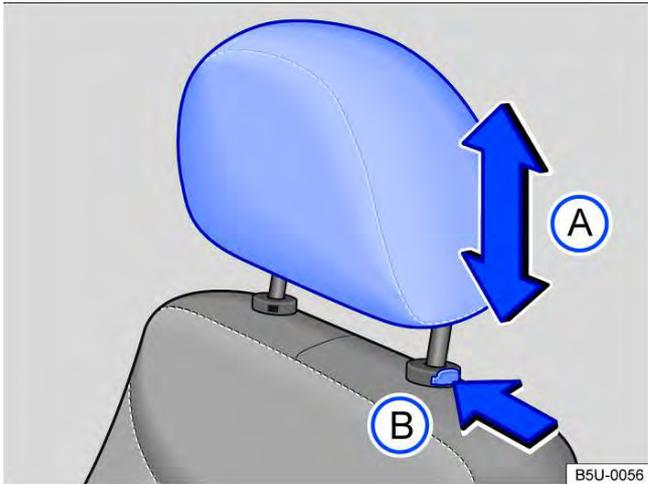

Fig. 72 Desinstalar o apoio para cabeça dianteiro.
- Pressionar a tecla → Fig. 72 (B) no sentido da seta. Retirar o apoio para cabeça com a tecla pressionada.
- Empurrar o apoio para a cabeça totalmente para baixo com o botão → Fig. 72 (B) pressionado.